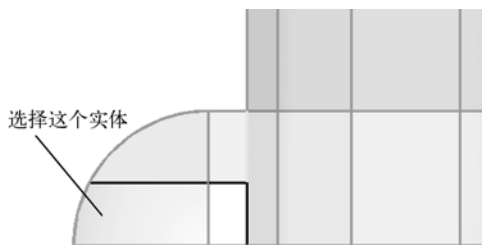

图 5-6 选择实体 1
- (4) 单击鼠标中键，分割实体。
(5) 选择分割后实体的下半部分，如图 5-6 所示。